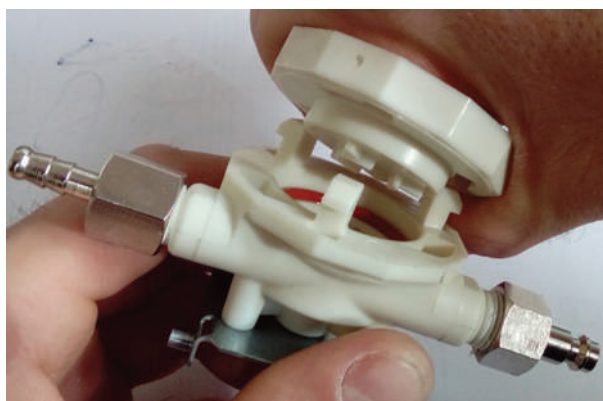
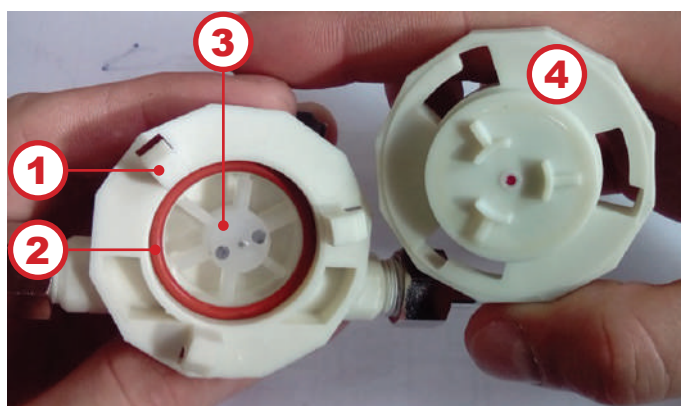

Рисунок 11.9
Рисунок 11.10
6. Поверните крышку расходомера до упора и снимите от корпуса (см.рис. 11.9 и рис. 11.10).
7. Прочистите внутренние части расходомера (см.рис.11.10)